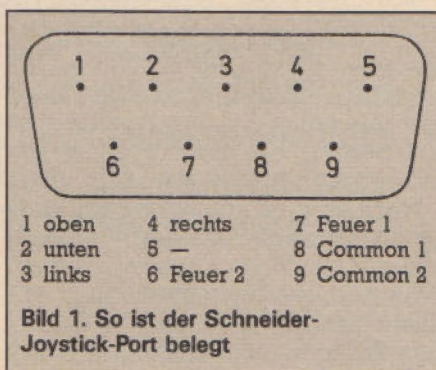

Bild 1. So ist der Schneider-Joystick-Port belegt
schirm zwei Zahlenreihen. Die linke zeigt den aktuellen Wert für den Joystick 1 an, die rechte Reihe für den Joystick 2. Zum Testen nehmen Sie nun ein kurzes Stück Kabel und verbinden die Pins des Joystickports beliebig miteinander. Dazu halten Sie einfach die Kabelenden daran — keine Angst, es kann Ihnen und dem Computer nichts passieren. Betrachten Sie nun die auf dem Bildschirm angezeigten Werte, so stellen Sie fest, daß nur bestimmte Kombinationen einen anderen Wert als 0 ergeben. Diese Werte ungleich 0 sind Eingangsdaten, die nach folgenden Voraussetzungen entstehen: Auf Bild 1 sehen Sie die Belegung des Anschlusses von Pin 1 bis Pin 9. Halten Sie Ihr Kabel nun einmal mit einem Ende an Pin 8 und mit dem anderen der Reihenfolge nach an die Pins 1 bis 7. Sie werden sehen, daß auf dem Bildschirm nun unterschiedliche Werte für Joystick 1 (linke Zahlenreihe) angezeigt werden. Diese Werte sind in der Variablen JOY(0) abgelegt. Legen Sie nun das Kabel von Pin 8 auf Pin 9 und wiederholen Sie den Vorgang.